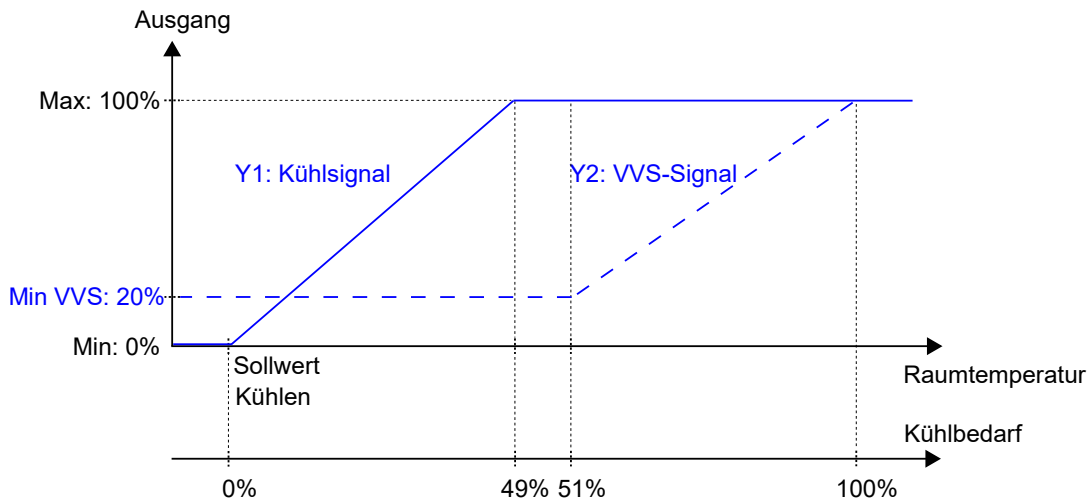

Bild 2-11 Regelverhalten im Modus Kühlen + VVS, wenn der Regler auf der Grundlage des Kühlbedarfs regelt
*Bild 2-11* zeigt das Regelverhalten, wenn der Regler nach dem Kühlbedarf regelt, wenn für das Kühlausgangssignal keine Ober- oder Untergrenze und für das VVS-Ausgangssignal eine Untergrenze eingestellt ist.